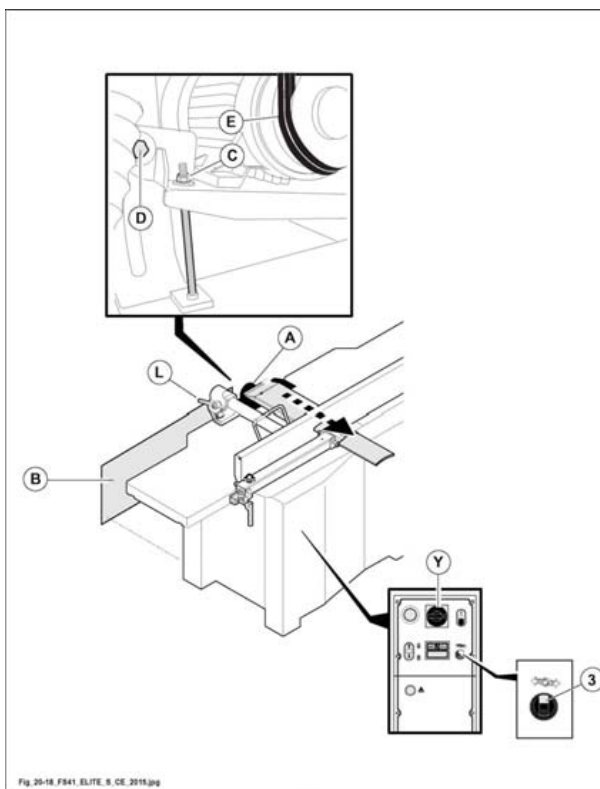

Fig. 20.18
l'interruttore generale (Y fig. 20.18) sia ruotato in posizione I (ON).
Sbloccare il freno motore ruotando il selettore (3 fig. 20.18) su ; freno motore sbloccato lampada spia accesa.
allentare la maniglia (L fig. 20.18) e spostare la guida filo tutta avanti; riserrare la maniglia (L fig. 20.18).
- 2) Togliere le protezioni (A, B fig. 20.18).
- 3) Allentare la vite (D fig. 20.18).
- 4) Allentare il dado (C fig. 20.18).
Utilizzando una leva, sollevare il motore, e tenendolo in questa posizione sfilare le cinghie (E fig. 20.18) consumate ed inserire quelle nuove.
- 6) Rimontare le protezioni (A, B fig. 20.18).
bloccare il freno motore ruotando il selettore (3 fig. 20.18) su ; freno motore bloccato lampada spia spenta.
per togliere la protezione (B fig. 20.18), in presenza dell' cavatrice, è necessario spostare questa tutta verso l'alto.